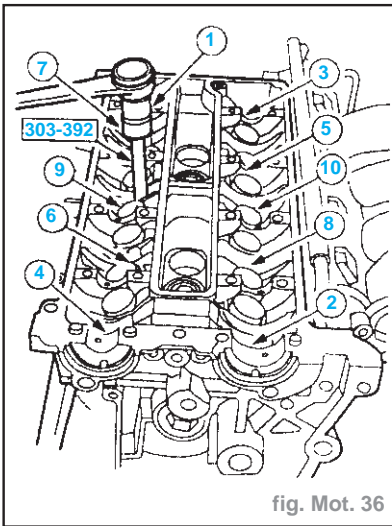

fig. Mot. 36
- Déposer la culasse : (fig. Mot. 36)